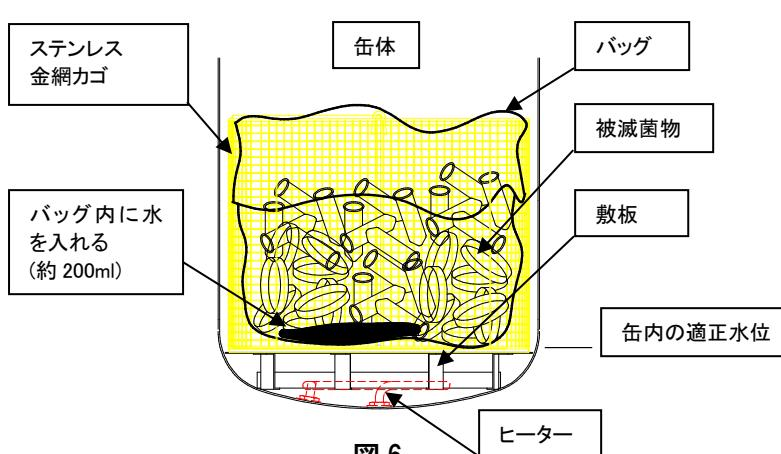

図6
折り返したバッグ容積の 60%程度の内容量にとどめてください。(図 6)
- ❗ バッグの口は必ず開いてください。(図 6, 図 7)
- ❗ 確実な滅菌の為にバッグに 200ml 程度の水を入れてください。(図 6)